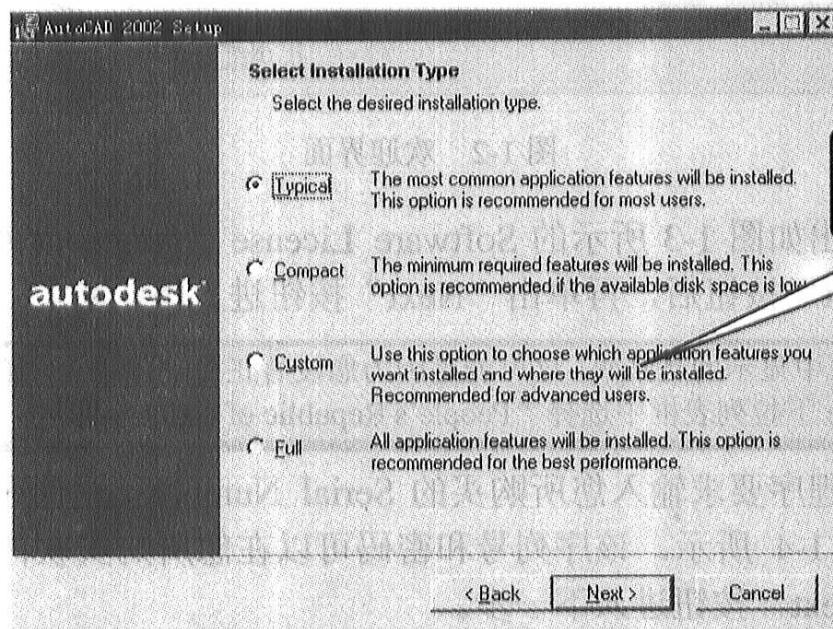

图 1-6 选择安装类型
7) 接下来弹出图 1-6 所示的对话框，要求选择安装类型，AutoCAD 2002 有以下 4 种安装类型。